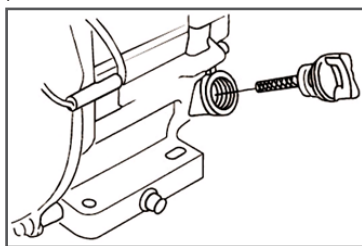

Рис. 4 Крышка-щуп маслосаливной горловины
2. Выкрутите крышку-щуп маслосаливной горловины и извлеките щуп (Рис. 4).